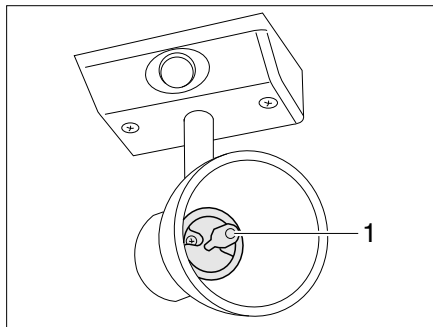

Bild 172 Halogenspotleuchte (mit Glaskelch)
- Halogenglühlampe (Bild 172,1) nach vorn aus der Fassung ziehen.